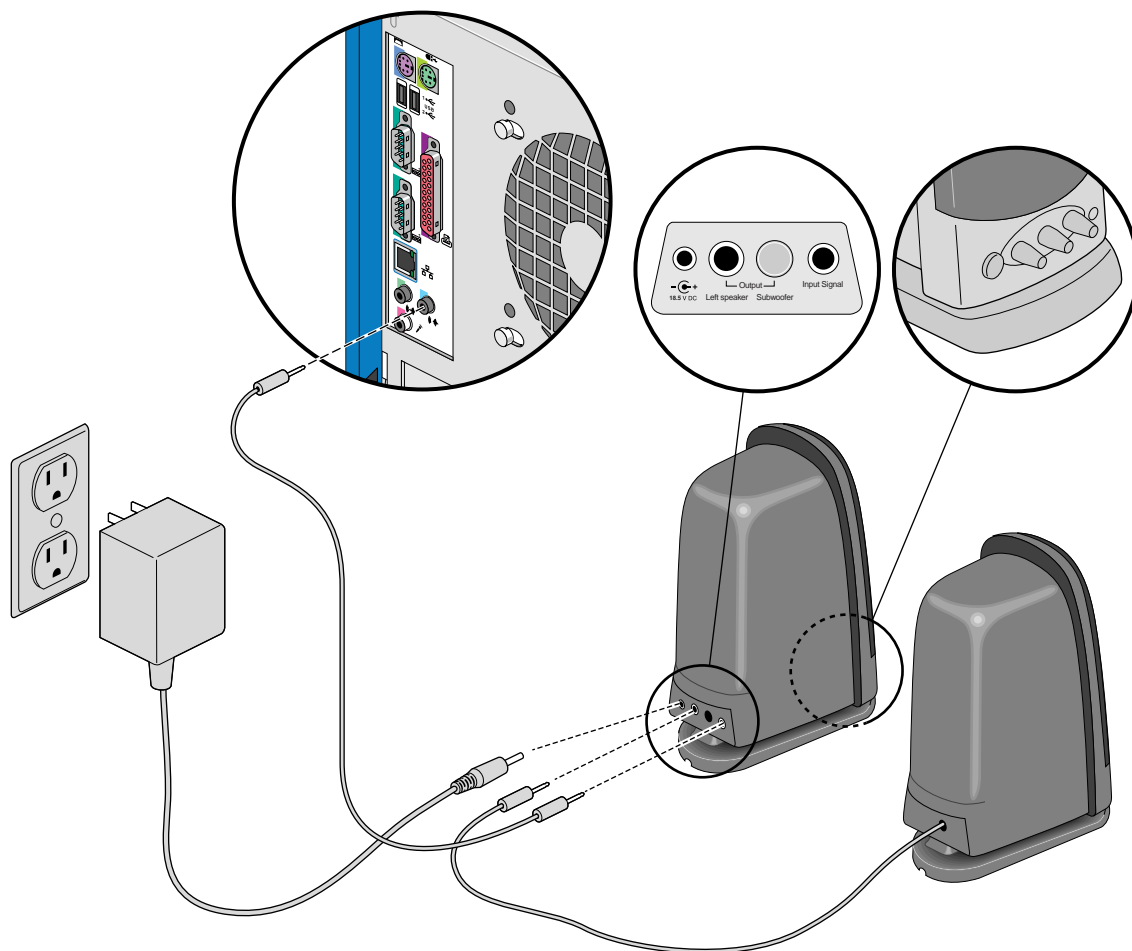

図 1-9 スピーカーの接続
6. スピーカーをシステムに接続するには、次の指示に従います。図 1-9 に、その手順を示します。
- d. 図 1-9 に示すように、右のスピーカーを左のスピーカーに接続します。